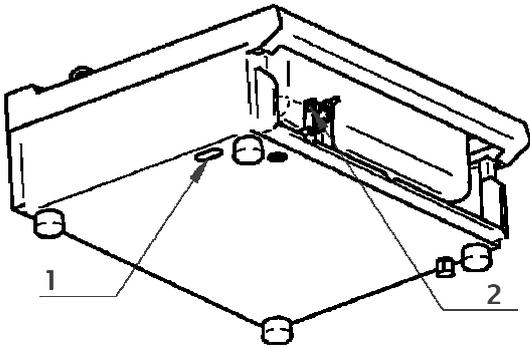

Рис. 4: Подключение к источнику подачи воды
В случае настольной версии следует обязательно проложить систему подачи воды непосредственно при клапане для наполнения. (см. рис. 4 – стр. 3). Снять круглые ручки, рычаг спускного клапана и распределительную панель. Ввести шланг в отверстие (1) с левой стороны внизу и подключить клапан наполнения водой (2). рекомендуется применение эластичного шланга, приспособленного к температуре минимум 90°C.